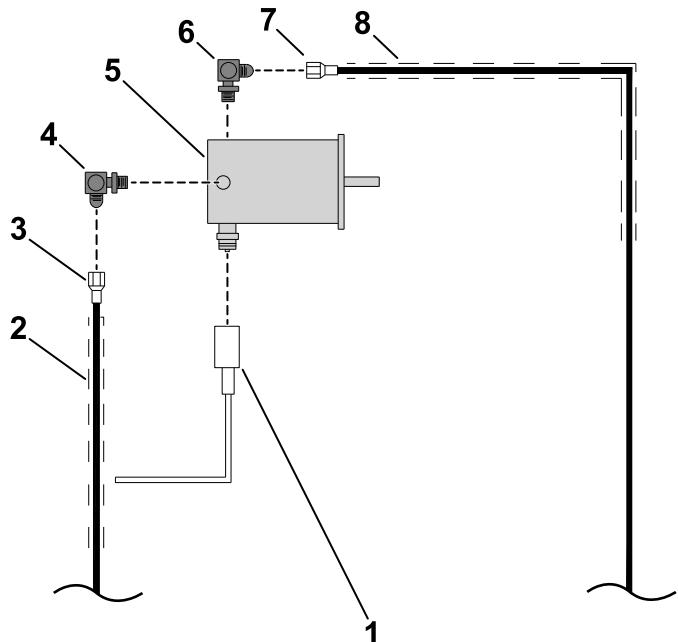

Рисунок 18
по каталогу 01-312-5610), как показано на Рисунок 18.
4. Установите кожух шланга длиной 147 см на гидравлический шланг А длиной 254 см (8 FJ – 6 MP), как показано на Рисунок 18.
5. Подсоедините один конец прямоугольного штуцера ($\frac{5}{8}$ x $\frac{1}{2}$ дюйма) к гидромотору (№ по каталогу 92-4240), а другой конец – к гидравлическому шлангу (№ по каталогу 01-312-5610), как показано на Рисунок 18.
6. Подсоедините один конец углового штуцера (№ по каталогу 01-201-4210) к гидромотору (№ по каталогу 92-4240), а другой конец – к гидравлическому шлангу длиной 254 см (8 FJ – 6 MP), как показано на Рисунок 18.
7. Подсоедините гидравлический шланг, входящий в комплект сборщика кернов, к отверстию IN (ВХОД) гидромотора транспортера (Рисунок 18).